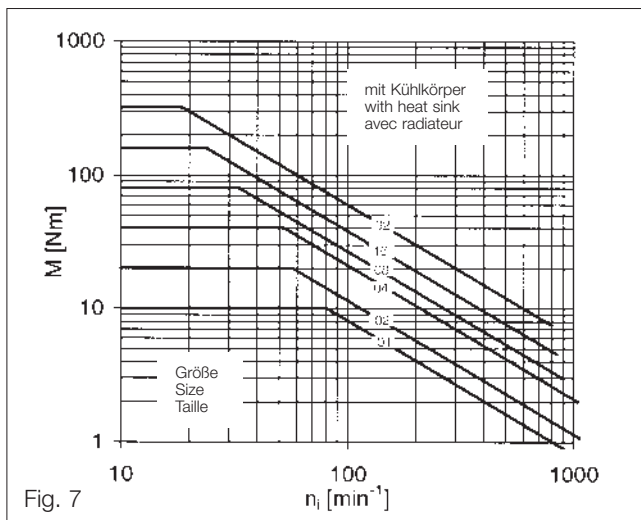

Fig. 7
$$n_{\max} \leq n_{\text{zul}} \quad - 14.502.01 \dots (04) \cong 3000 \text{ min}^{-1} / 14.512.01 \dots (32) \cong \text{Fig. 7 + 8}$$
$$(M_{\text{zul}} \triangleq \text{Fig. 7 + 8})$$
Die Diagramme Fig. 7 + 8 zeigen die für Magnetpulver-Bremsen max. zul. Bremsmomente in Abhängigkeit von der Drehzahl n_i des Sekundärbauteils.
The diagrams figs. 7 + 8 show the maximum permissible torques for magnetic particle brakes, depending on the secondary rotor speed n_i .